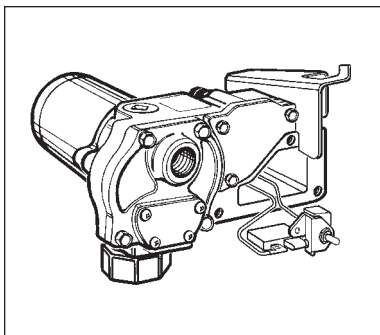

Figura 16
- Quite el tornillo del interruptor soporte de montaje y tire suavemente de el interruptor de la cavidad del interruptor. (Figura 16)